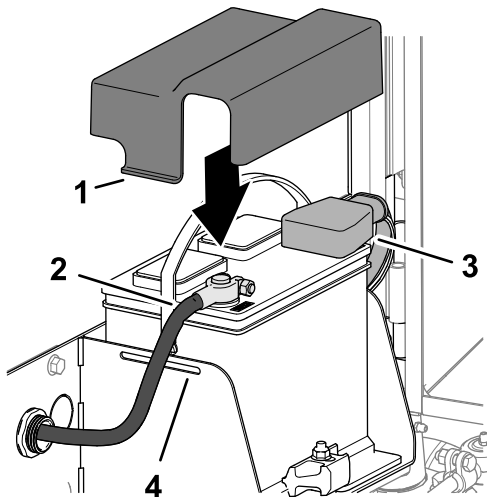

Figura 86
- Conecte el cable positivo (rojo) al borne positivo (+) de la batería (Figura 86).